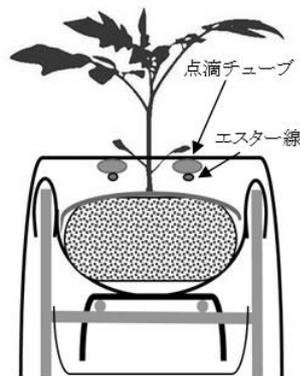

図3 点滴チューブを浮かせた設置状況(左: 模式図, 右: 実際の設置の様子)
3. 根の侵入を防止する方法として3点の費用を比較した（表2）。ルートバリア機能を有するチューブに変更する方法（A）は、慣行チューブと比較して200mあたり44,910円の費用を要し、栽培槽12mでは5,389円の増となる。ルーピング防止不織布を敷設する方（B）は、栽培槽12mあたり4.8m²の広さを必要とし、3,192円の増となる。チューブを浮かせる方法（C、図3）は、エスター線と結束バンドの費用で345円となる。Cが最も安価で、栽培槽12mあたり約200L（25%）の培地が不要になるため、培地費用の削減にもつながる。